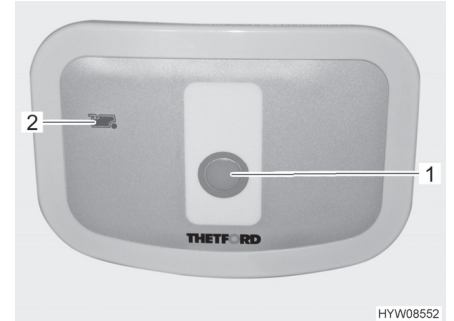

Bild 83 Spülknopf/Kontroll-Leuchte (Thetford-Toilette)
- Zum Spülen den blauen Spülknopf (Bild 83,1) drücken.
Die Kontroll-Leuchte (Bild 83,2) leuchtet, wenn der Fäkalientank entleert werden muss.